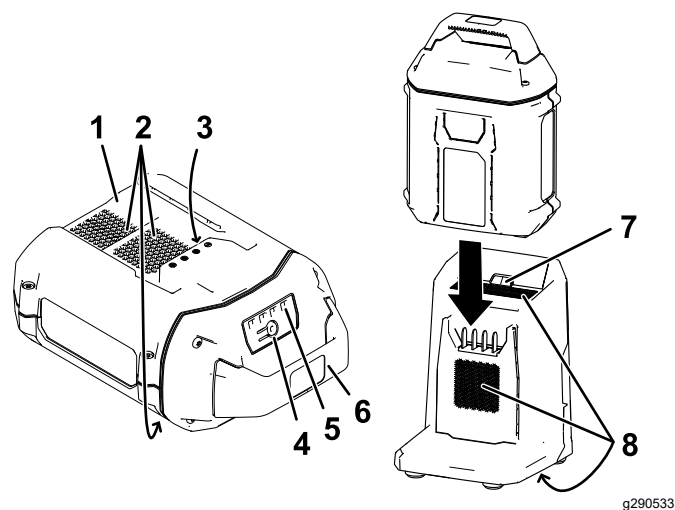

Figura 20
2. Aliniați canalul acumulatorului (Figura 20) cu limba încărcătorului.
3. Glisați acumulatorul în încărcător până când este fixat corespunzător (Figura 20).